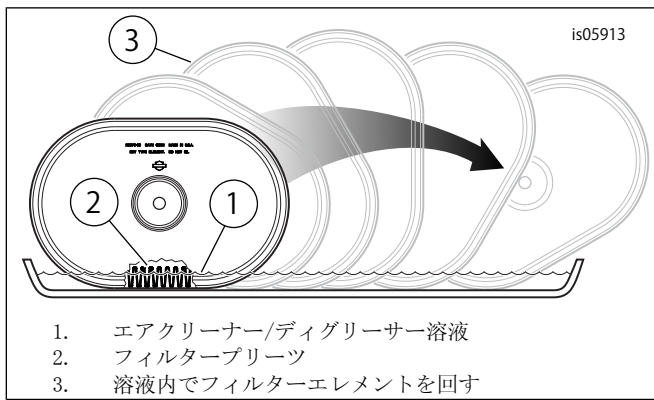

図2。フィルターエレメントの洗浄
- フィルターエレメントを清掃します(図2を参照)。
- エレメントを外し、端をAir Cleaner/Degreaser (エアクリーナー/ディグリーザー) (1)を入れた浅い容器に浸して洗浄します。フィルターブリーツ(2)の厚みの3/4弱程度、約9.5 mm(0.375 in)浸るところまで沈めてください。汚れた溶液がエレメント内部に入らないようにしてください。フィルターブリーツの外側の表面全体が浸るまで、液の中でエレメントの外周部(3)をゆっくり転がします。